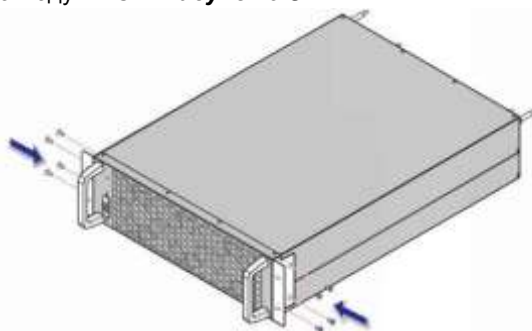

Рисунок 5-34: Установка двух кронштейнов
- 3) Используйте восемь винтов М4 для крепления двух кронштейнов с обеих сторон силового модуля. См. **Рисунок 5-34**.